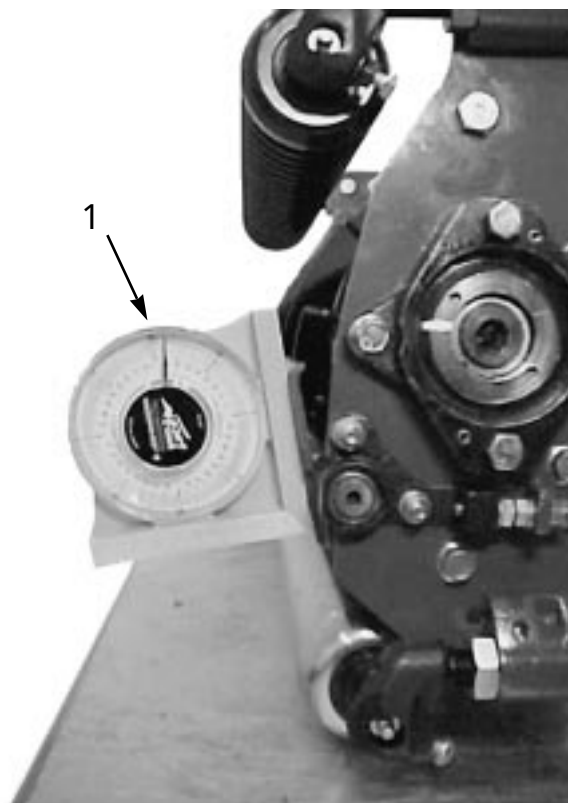

図 9
2. 下刃に傾斜計（P/N 99-3503）を当て、下刃の角度を測る（図 9）。